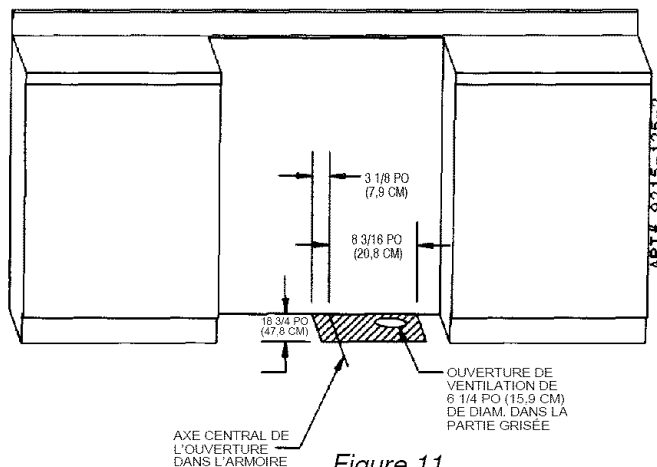
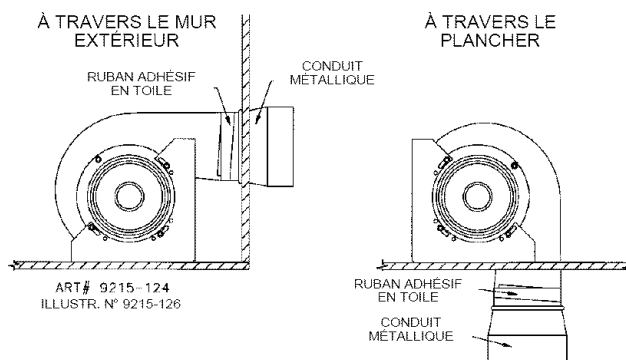

Figure 11
Figure 12
Découper, en veillant à éviter les poteaux muraux, un trou de 6 1/4 po (15,9 cm) de diamètre ayant son centre au point déterminé précédemment. Installer le ventilateur tel qu'indiqué à la figure 12.
- b. **Par le plancher.** (Voir la figure 11) Découper, en veillant à éviter les solives du plancher, un trou de 6 1/4 po (15,9 cm) de diamètre dans la partie du plancher correspondant à la partie ombrée de la figure 11. Installer le ventilateur tel qu'indiqué à la figure 12.
- Mettre du ruban adhésif en toile autour du joint entre la sortie du ventilateur et le conduit. (Voir la figure 12.)